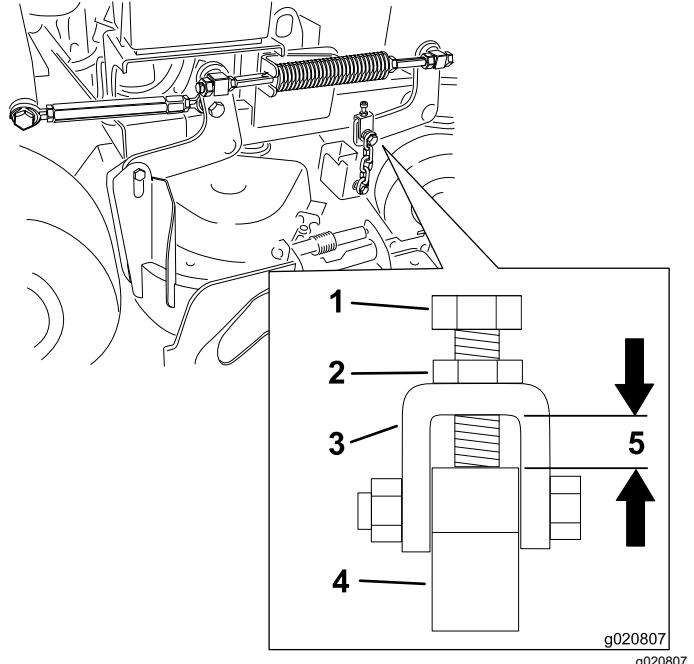

Figura 82
Nota: Questa distanza deve essere di 11 mm, come mostrato in Figura 82.
6. Se occorre regolare, allentate il bullone superiore della catena (Figura 82).
7. Allentate il controdado e regolate il bullone per ottenere la distanza corretta mostrata in Figura 82.